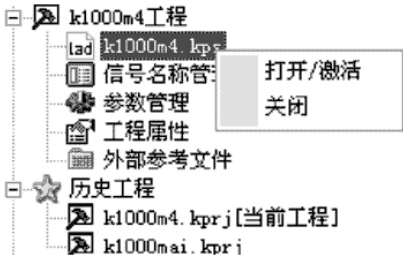

图 4.31 目标梯图项目的右键菜单示例
- 5、右键单击活动工程的目标梯图的项目名，会弹出如图 4.31 所示的菜单。